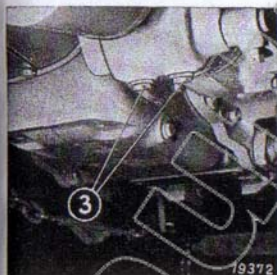

Bild 106
Achtung! Am Vorderradantrieb müssen zum Ölwechsel die beiden Ölablaßschrauben entfernt werden (3) – (Bild 106).